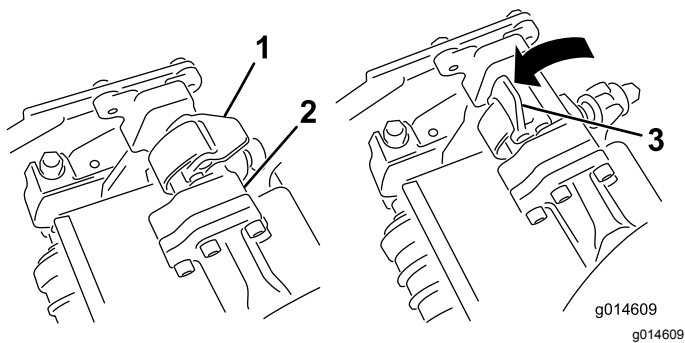
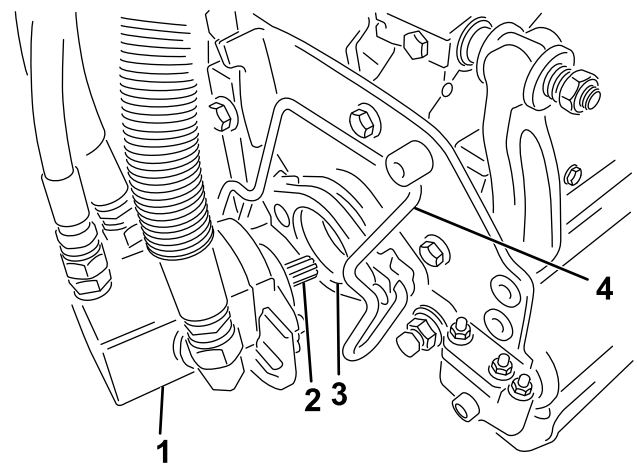

Figure 42
Figure 43
3. Les verrous de la barre de bras de suspension étant orientés en haut (c.-à-d. ouverts) (Figure 42), poussez le bras de suspension vers le bas pour que la barre s'engage sur la barre transversale en haut du plateau de coupe (Figure 43).
4. Fermez les verrous autour de la barre du plateau de coupe et bloquez-les en place (Figure 42).
4. Ouvrez les verrous sur la barre du bras de suspension appartenant au plateau de coupe que vous voulez déposer (Figure 42).